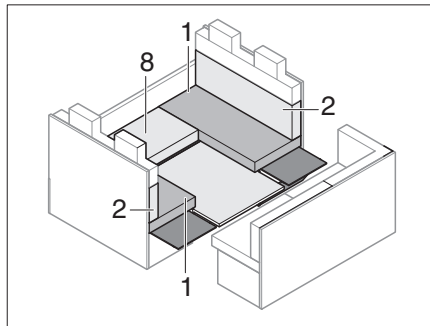

Bild 192 Under ombyggnaden
- Ta bort sittdynan (Bild 192,8) och underlaget.